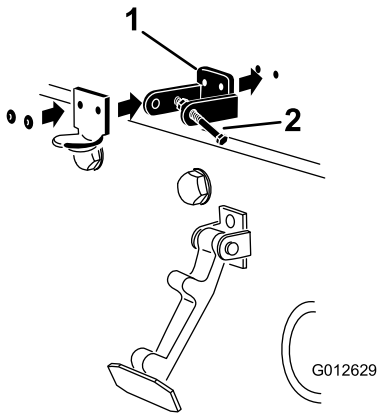

图 7
- 对准安装孔的同时将 CE 锁定支架和机罩门锁支架放到机罩上 图 7。
6. 用铆钉将支架和垫圈铆定到机罩 (图 7)。